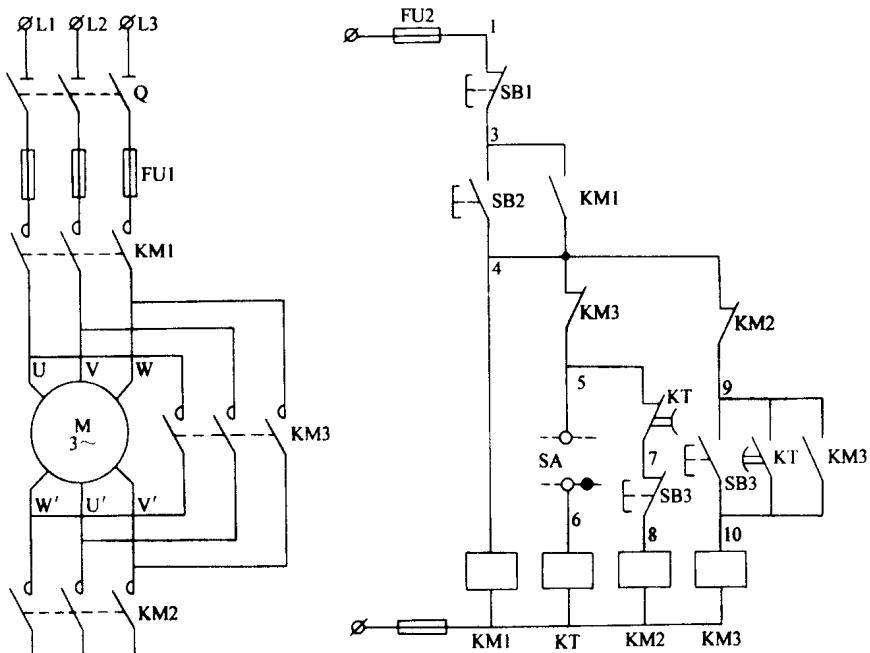

图 1-3 三相笼型异步电动机 Y-△减压起动控制电路
实验电气原理图如图 1-3 所示。
①按常规要求查看各电器元件型号规格、质量情况，明确使用方法。特别是对空气阻尼式时间继电器，用手操作检查延时情况，再检查时间继电器的瞬时、延时动作触点的位置。
② 遵循一般接线规律，按图 1-3 接线。注意电动机六个出线标志的正确接线。
① 若把图 1-3 中时间继电器的延时常开、常闭触点，错接成瞬时动作的常开、常闭触点，电路的工作状态如何变化？
② 若把图 1-3 中按钮 SB3 的常开触点与常闭触点接反了，电路的工作状态如何变化？
③ 请设计一个用断电延时的时间继电器控制的 Y-△减压起动控制电路。